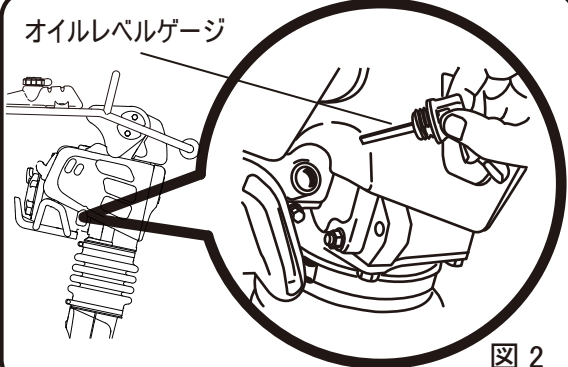

図 2
(図 2)
- 5 燃料タンクへレギュラーガソリン（無鉛）を入れると同時にエンジンオイルも点検し早めに補充して下さい。(図 2, 図 4)